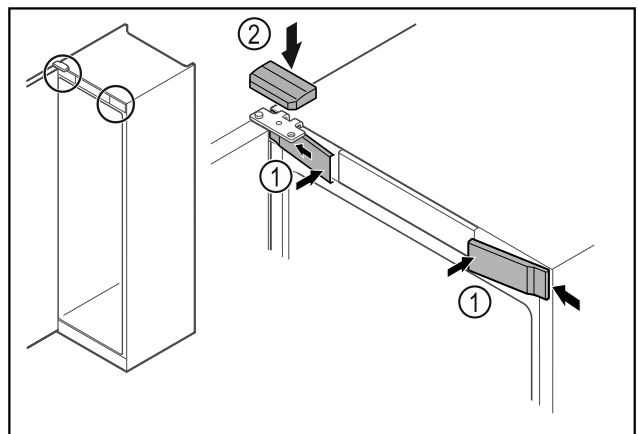

Fig. 47 *
- ▶ Зацепите сбоку и защелкните передние крышки Fig. 47 (1).*
- ▶ Защелкните верхнюю крышку Fig. 47 (2) сверху.*